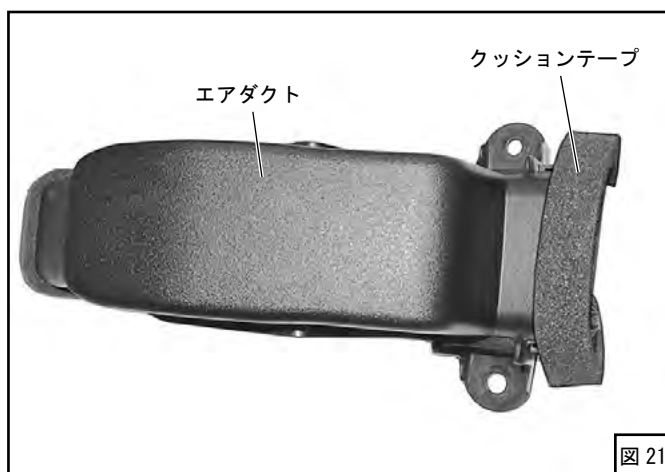

図 21
- (15) 純正エアダクトにクッションテープを貼付けてください。(図21)